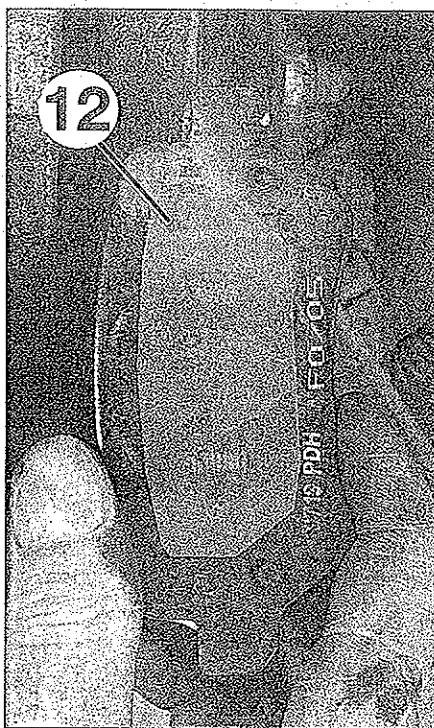

FIG. 17
- Pegar la película adhesiva (12) de doble cara especial suministrada con el kit en las pastillas de freno (fig. 17) sin retirar la película de protección al dorso.
- Montar las grapas (8) de guía de las pastillas untadas con una ligera capa de grasa especial.